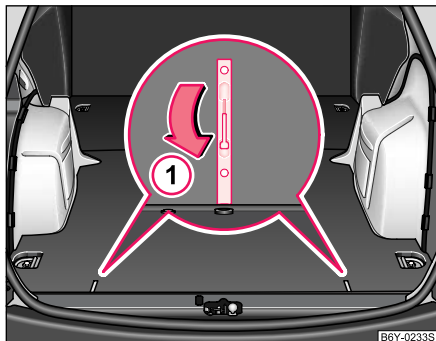

Fig. 172 La fixation du plancher du compartiment de chargement
- Débloquer d'abord le plancher en rabattant le levier sur la position ① ⇒ fig. 172.